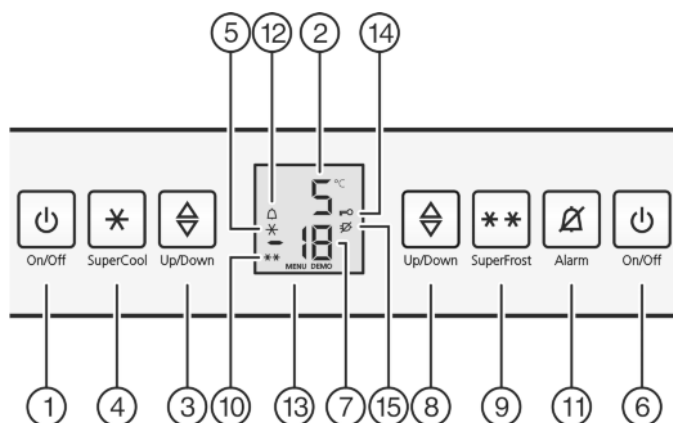

Fig. 2
- ▶ Нажмите кнопку On/Off морозильного отделения Fig. 2 (6).
- ▶ Нажмите кнопку On/Off холодильного отделения Fig. 2 (1).
- ▶ Активация режима настройки: Нажмите кнопку SuperFrost Fig. 2 (9) и удерживайте ее прим. 5 секунд.
- ▷ На индикаторе будет отображаться символ «Меню» Fig. 2 (13).
- ▶ Для подтверждения нажать и отпустить кнопку «SuperFrost» Fig. 2 (9).
- ▷ На индикаторе горит символ «Защита от детей» Fig. 2 (14).
- ▶ Нажмите и сразу отпустите кнопку On/Off морозильного отделения Fig. 2 (6).
- ▷ Символ «Защита от детей» Fig. 2 (14) гаснет.
- ▶ Нажмите кнопку Alarm Fig. 2 (11).
и символ тревоги Fig. 2 (12).